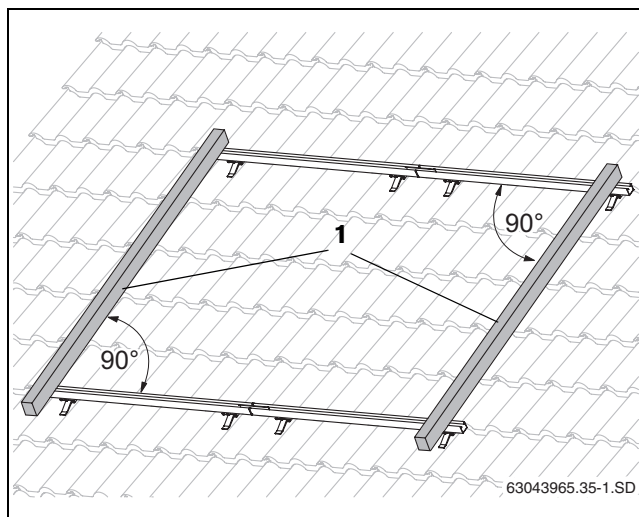

Fig. 29 Mettere a livello le guide profilate
- ▶ Disporre le guide profilate superiori e inferiori l'una accanto all'altra in modo da formare delle file, e allinearle orizzontalmente (fig. 29; servirsi di una livella a bolla d'aria).
Misurare le diagonali oppure mettere p.e. un listello da tetto (fig. 29, pos. 1) alle estremità delle guide profilate. L'angolo fra il listello da tetto e le guide profilate deve essere di 90°. Mettere a livello le guide profilate tramite i fori oblungi.